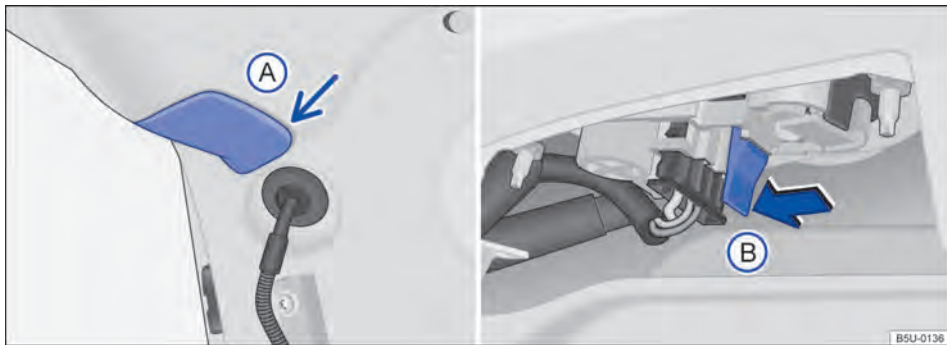

Fig. 111 Na tampa traseira: remover a cobertura e suporte das lâmpadas.
3. Com o auxílio de uma chave de fenda, remover cuidadosamente a cobertura (A) → Fig. 111 na tampa.
Para destravar o suporte das lâmpadas, pressionar a lingueta de travamento (B) → Fig. 111 e puxar o suporte das lâmpadas para fora.